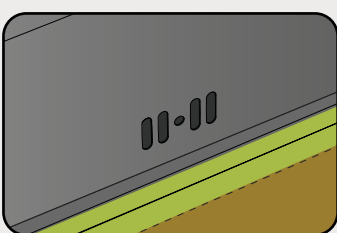

Fig. 6
Se a cuba tiver a opção do escape (ladrão), observar para que os furos não sejam cobertos pela massa (fig. 6).
*If the bowl is equipped with an overflow, please check that these holes are not covered by the sealing compound (fig. 6).
Si la cubeta tiene una opción de reboso, observar que no se tapen los agujeros con la masilla (fig. 6).*
Para garantir que a cuba não se desloque de sua posição, e garantir que toda a borda esteja em perfeito contato com o tampo de granito, é colocado um peso de até 10 Kg sobre a mesma (fig. 6). Mantenha a peça em repouso por 24 horas.
*Place a 10 kg maximum weight over the bowl to ensure it will not move from its position and all edges are in perfect contact with the countertop (fig. 6). Leave it to stand for 24 hours.
Para garantizar que la cubeta no se desplace de su lugar y que todo el borde esté en perfecto contacto con la mesada, se pone un peso (hasta 10 kg) dentro de ella (fig. 6). Mantenga la pieza en reposo durante 24 horas.*